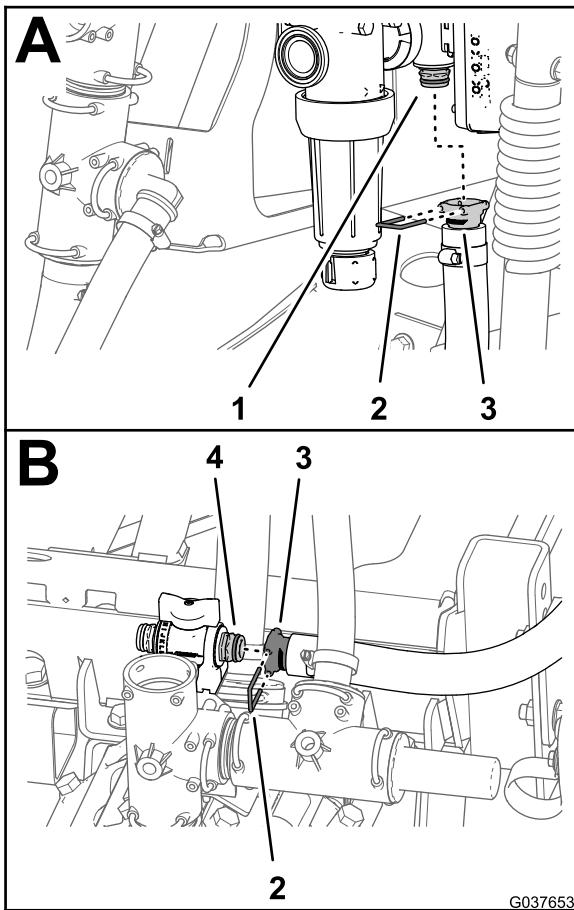

Figura 54
1. Montate il raccordo diritto dentellato del flessibile di alimentazione dell'agitatore (1 x 33-1/2 poll.) sull'accoppiatore rapido della valvola di accelerazione dell'agitatore con il fermo fornito in dotazione con il flessibile (Figura 54).
3. Montate il raccordo diritto dentellato del flessibile di alimentazione dell'agitatore sull'accoppiatore rapido della valvola di accelerazione dell'agitatore con il fermo fornito in dotazione con il flessibile (Figura 54).